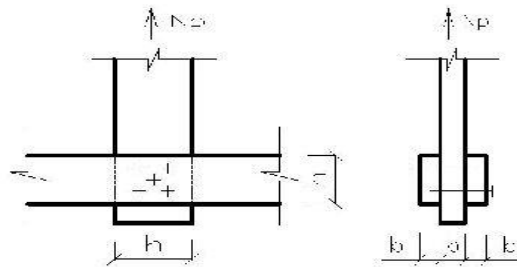

Рисунок 8. Гвоздевое соединение вертикальной стойки и двух горизонтальных досок
6.2 Подобрать размер и число гвоздей, требуемых для крепления вертикальной доски сечением  $b \times h$  (см), в которой действует продольная растягивающая сила  $N_p$ , к двум горизонтальным доскам такого же сечения (рисунок 8).